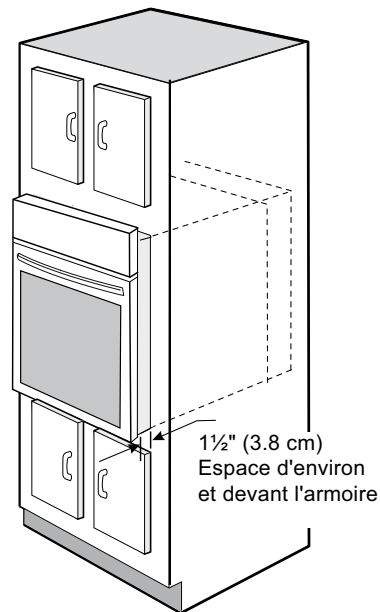

Figure 5
4. Poussez le four dans l'ouverture, contre l'armoire, en laissant un espace de dégagement (voir fig. 5).